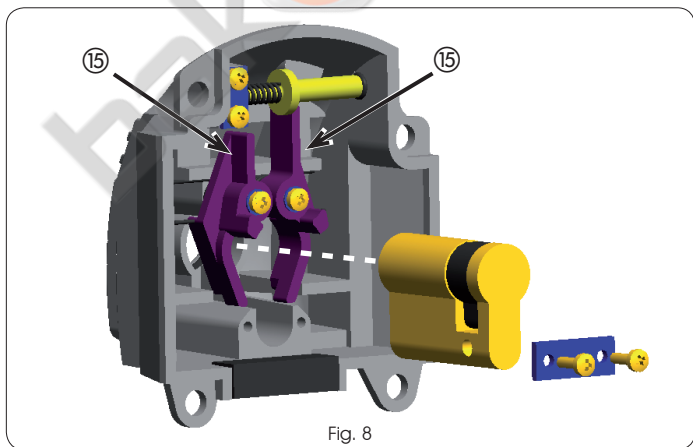

Fig. 8
11. Se non presente, inserire la serratura conforme allo standard DIN 18252 sulla parte frontale del dispositivo XK 21 come mostrato in Fig.8;
**Per agevolare l'inserimento della serratura sciacciare le estremità superiori delle leve di azionamento micro come indicato in Fig.8 rif. 15).**
12. Fissare la serratura così inserita con l'apposita piastrina e viti a corredo ( Fig.8 );
- If it is not present, fit the lock, conforming to standard DIN 18252 on the front of the XK 21 device as shown in Fig. 8;
**To facilitate fitting the lock, push down the top ends of the levers activating the microswitches as shown in Fig. 8 ref. ⑯.**
- Fasten the lock, inserted as above, with the supplied plate and screws ( Fig.8 );